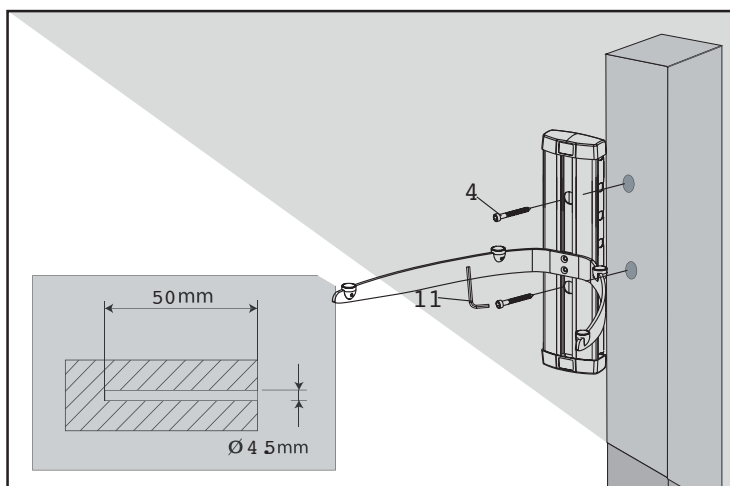

Fig. 3
Use um detector electrónico nivelado horizontalmente para detectar a posição da tábua, faça então uma marca. Colocar o suporte sobre a parede lisa na posição de instalação, usando-a como referência, alinhando para fora o furo sobre a tábua. Usando uma broca de diâmetro 4.5mm para perfurar os dois furos com uma profundidade de 50mm. Instale firmemente o suporte de parede com os parafusos longos fornecidos (4) utilizando a chave de 5X5mm (11). Segundo as indicações da Fig3.